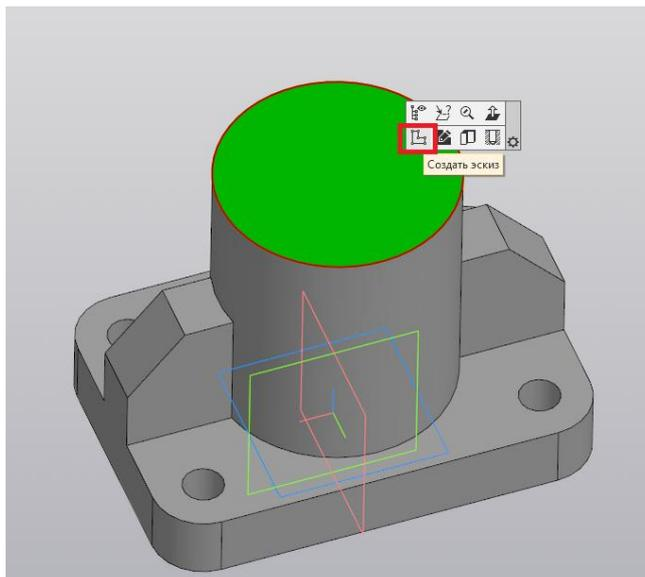

Рис. 149
21. В верхней части цилиндра создаём новый эскиз (рис. 149).